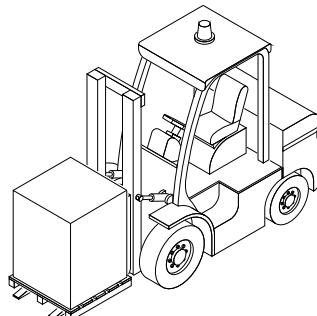

Fig. 4.1
- Movimentare la macchina imballata utilizzando unicamente un carrello elevatore o un transpallet con forche (Fig. 4.1).